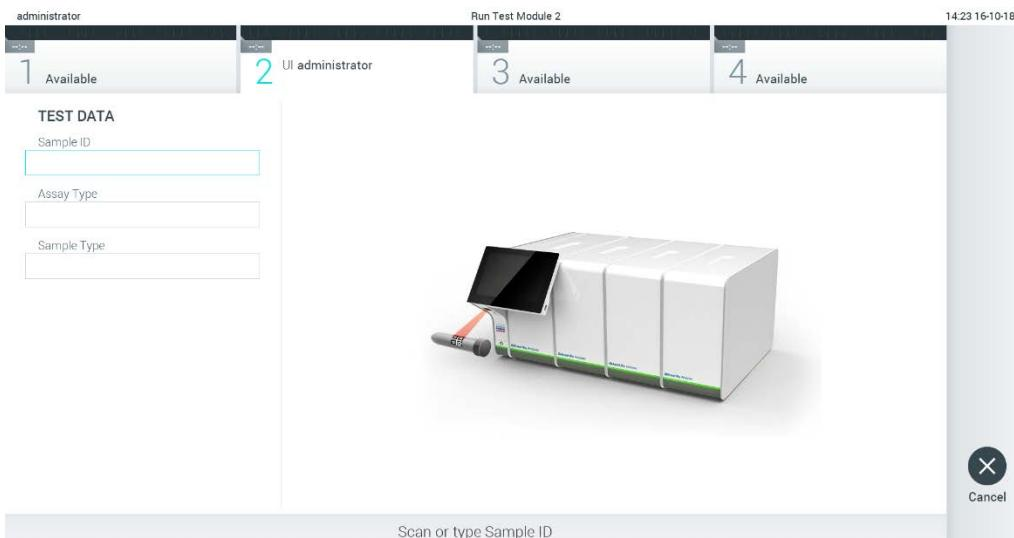

Рис. 23. Сканирование идентификационного штрих-кода пробы.
2. При получении соответствующего запроса отсканируйте идентификационный штрих-код пробы с помощью сканера штрих-кодов,строенного в рабочий модуль (рис. 23).